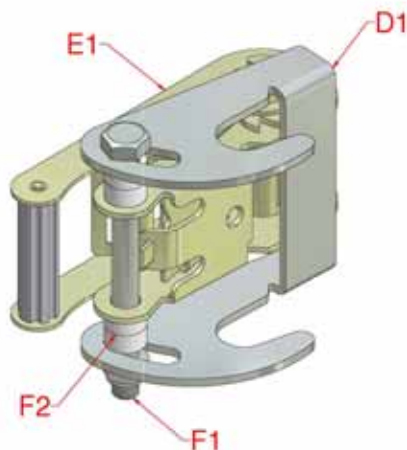

Figure 6a, Montage du cliquet et du crochet de 50 mm
- 6.1 Si $L > 10$ m, montez les crochets à cliquet (D1) sur les cliquets (E1) à l'aide des boulons et écrous M12x130 (F1) avec deux rondelles d'espacement (F2) de chaque côté du cliquet, Figure 6a.